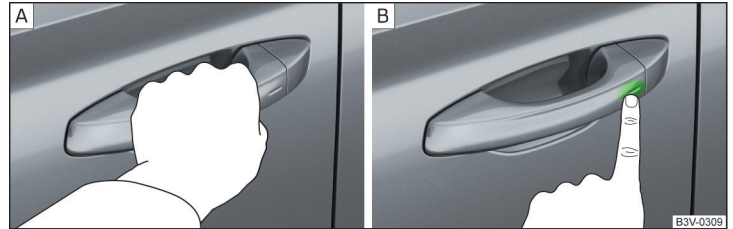

Abb. 32 Fahrzeug entriegeln / Fahrzeug verriegeln
- ▶ Den Türgriff greifen, um das Fahrzeug zu **entriegeln** » Abb. 32 - **A**.
- ▶ Den Sensor am Türgriff mit dem Finger berühren, um das Fahrzeug zu **verriegeln** » Abb. 32 - **B**.